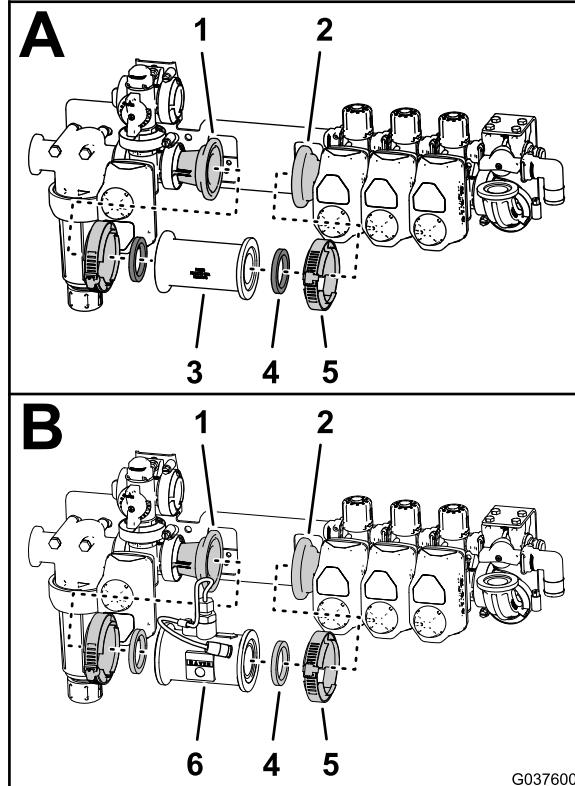

图47
1. 拆下将2个垫片和直通耦合器固定到搅拌阀和左喷洒臂段阀上适配器联轴器的2个法兰夹具 图47。
3. 将垫片和流量表与搅拌阀和左喷洒臂段阀上适配器联轴器的法兰对准 图47。
4. 使用在步骤1中卸下的2个法兰夹具将流量表固定到适配器联轴器上 图47。